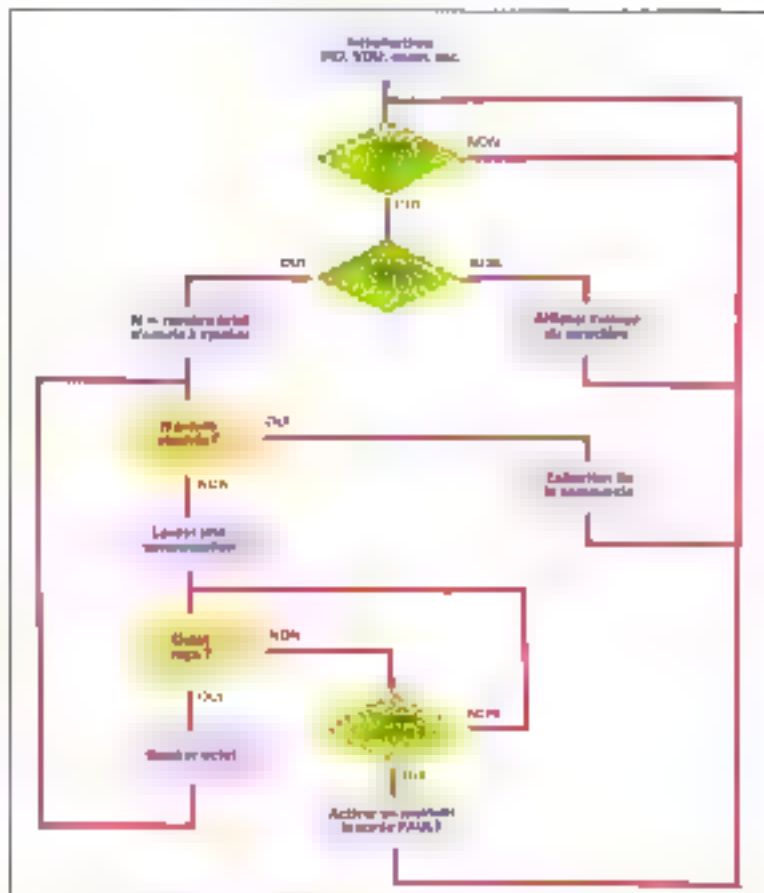

Fig. 6. Organigramme général du fonctionnement.
- L'organigramme de principe décrivant les grandes lignes du fonctionnement se trouve à la figure 6.